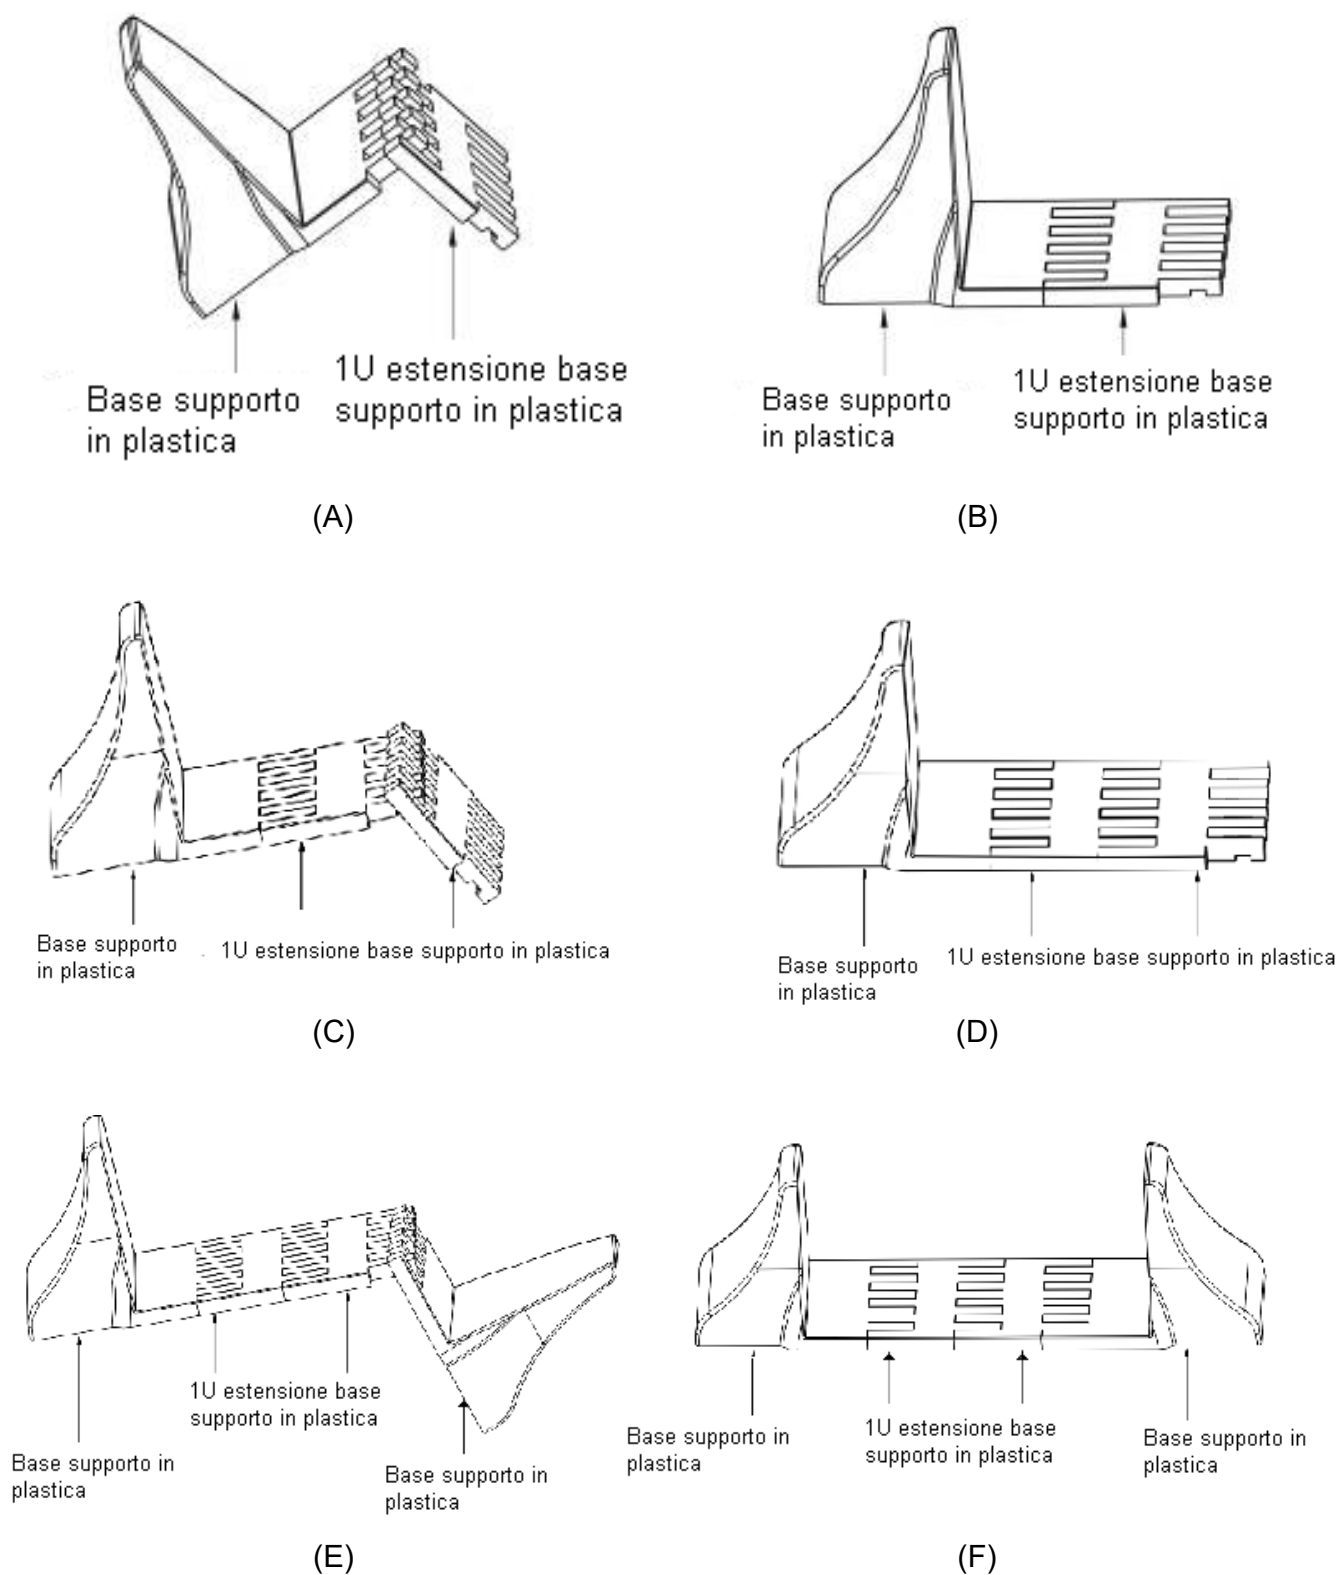

Abbildung 12
- c) Wenn Sie zusätzlich einen Batterieerweiterungsschrank (EBP) neben der USV installieren müssen, ist die Installation des Kunststoffsockels die gleiche, der Unterschied liegt darin, dass in der Mitte ein 1HE Kunststoffsockel hinzugefügt werden muss (Abb.12)